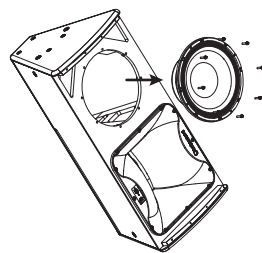

Fig. 2
3. Wyjmij i odłącz głośnik niskotonowy (rys. 2), aby uzyskać dostęp do wspornika mocującego głośnik niskotonowy, zwracając uwagę na polaryzację głośnika niskotonowego w celu późniejszego ponownego podłączenia.